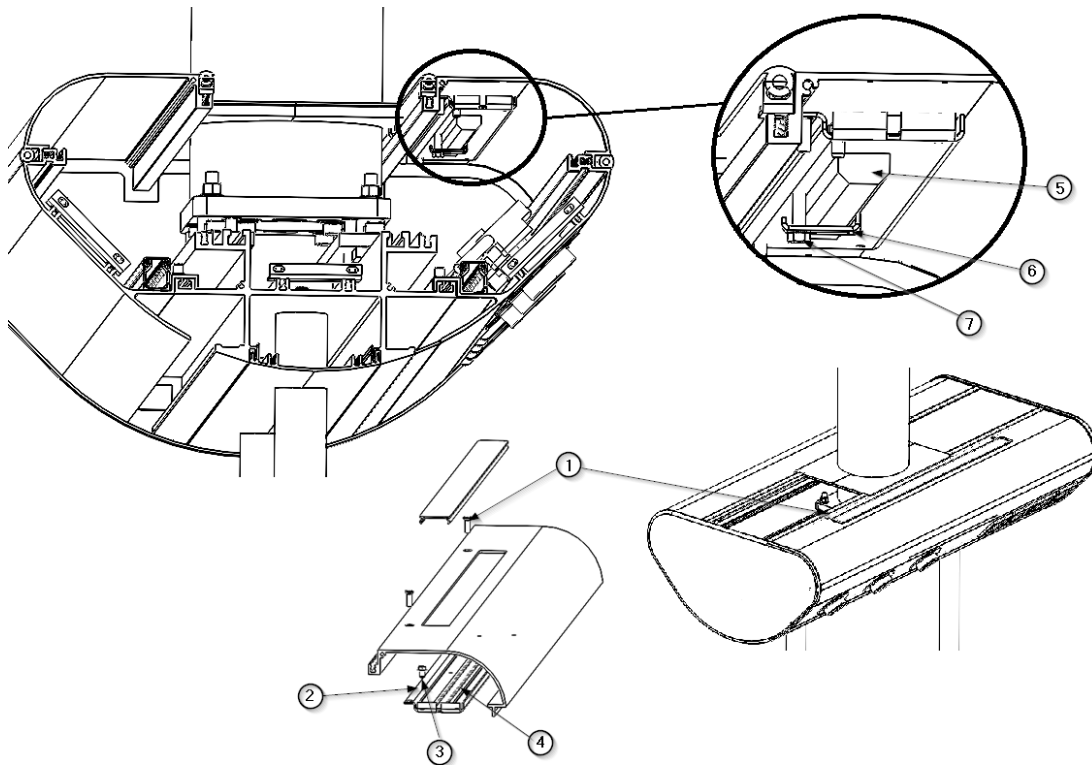

Abb. 6 Austausch von LEDs und Steuerungen im asymmetrischen Indirektlicht
- Trennen Sie die Stromversorgung des Controllers ② von der Anschlussleiste.
- Lösen Sie die 2 Sechskantschrauben M4 x 8 ① DIN 7500 und nehmen Sie das Beleuchtungsmodul heraus. Die LED-Leiste ⑤ und ihr Schnellanschluss sind nun sichtbar. Siehe Abbildung 6.